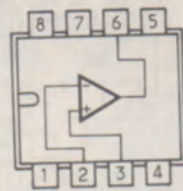

Figure 8
Nous donnons, d'ailleurs, à la figure 8, en (A) le branchement du TL080 AC en boîtier rectangulaire 8 broches et, en B de la même figure, le branchement, en boîtier cylindrique 8 fils, du TL080 C.
Dans le cas de ceux de la figure 8, on dispose, en plus des broches indiquées sur le schéma, des suivantes : 1 = OFFSET; 4 = masse, 5 = Offset, 7 = V+, 8 = compensation.